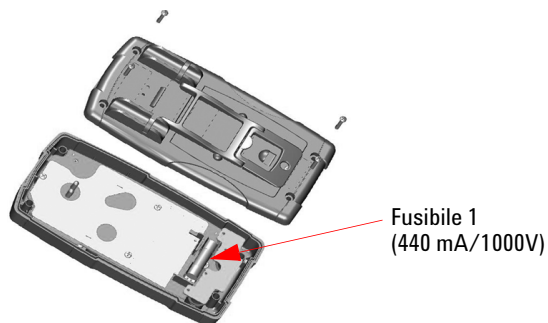

Figura 4-2 Sostituzione del fusibile 1
- 3 Rimuovere il fusibile 1 guasto staccandone delicatamente un'estremità e facendolo scorrere dal morsetto che lo trattiene, vedere la Figura 4-2.